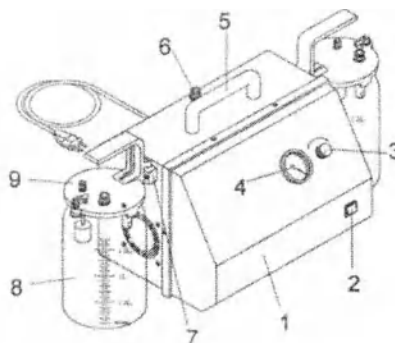
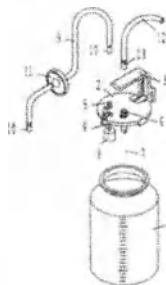

Рис. 1
Рис. 3
Передняя панель (Рис.1)
Компоненты емкости и соединительные трубки (Рис.3)
2. Закройте клапан регулировки вакуума поворачивая регулятор (3, рис. 1) по часовой стрелке
1. Коннектор (10, рис. 3) соединительной трубки (9, рис. 3) подсоедините к адаптеру крышки (5, рис. 3). Другой конец трубки с коннектором предназначен для подсоединения к отсосу (6, рис.1).
- Важно:** Бактериальный фильтр (11, рис. 3) в соединительной трубке (9, рис. 3) между крышкой емкости (2, рис. 3) и отсосом должен использоваться обязательно и заменяться часто. Фильтр имеет с одной стороны зеленую маркировку и должен быть подсоединен маркированной стороной к отсосу, немаркированной - к емкости.
2. Коннектор аспирационной трубки (13, рис 3) подсоедините к соответствующему адаптеру крышки (6, рис.3).
1. Закройте клапан регулировки вакуума, поворачивая регулятор (3, рис. 1) по часовой стрелке
5. Нажмите кнопку включателя (2, рис. 1), появится зеленая подсветка.